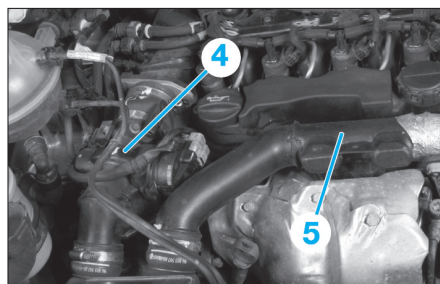

Fig. 69
- doseur d'air simple (4) (Fig.69),
- le résonateur (5),